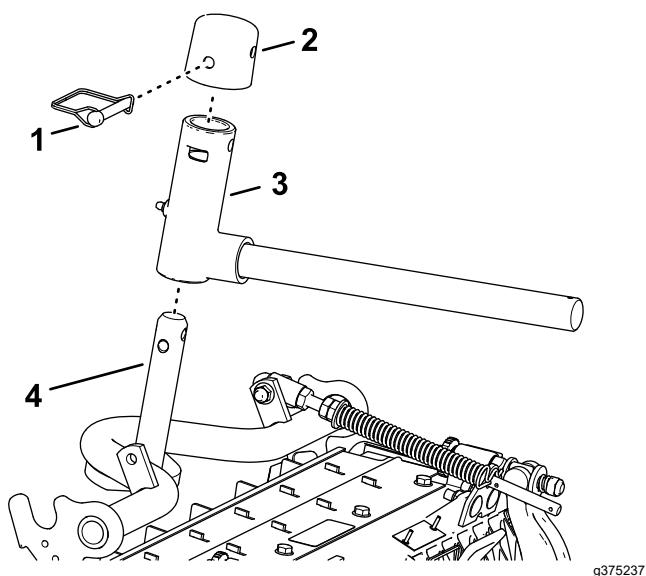

Figure 28
2. Montez la chape du bras de levage sur l'arbre du bâti porteur (Figure 28).